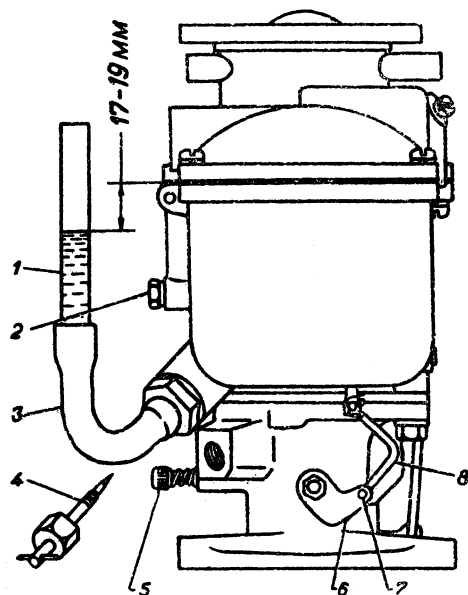

Рис. 7. Замер уровня бензина в поплавковой камере.
9. Необходимо правильно регулировать уровень бензина в поплавковой камере, который должен быть на 17—19 мм ниже плоскости раз'ема карбюратора. Проверка производится с помощью резиновой и стеклянной трубок. Внутренний диаметр стеклянной трубки должен быть не менее 9 мм (рис. 7). При проверке уровня следует бензин подкачивать ручным рычагом привода бензинового насоса. Проверку следует делать в течение 5 минут. Если уровень бензина выше нормы, то значит карбюратор неисправен.